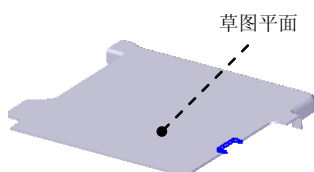

图 8.4.16 除料特征 1
(4) 单击按钮, 完成特征的创建。
Step7. 创建图 8.4.16 所示的除料特征 1。
(1) 选择命令。在“主页”功能选项卡“钣金”工具栏中单击^{打孔}按钮，选择^{除料}命令。
(2) 定义特征的截面草图。
① 选取草图平面。在系统^{单击平的面或参考平面。}的提示下，选取图 8.4.16 所示的面为草图平面。